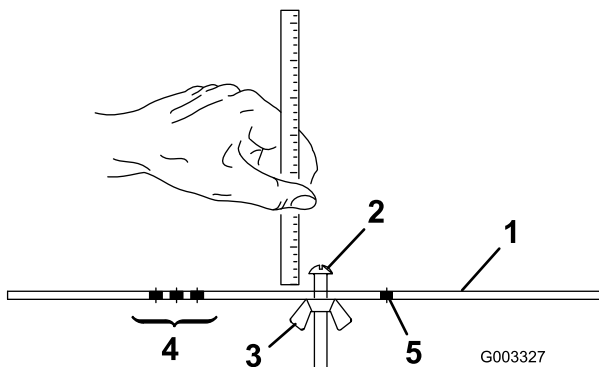

图16
2. 松开调刀尺上的螺母 (图16)，并将调节螺丝设定为所需的剪草高度。